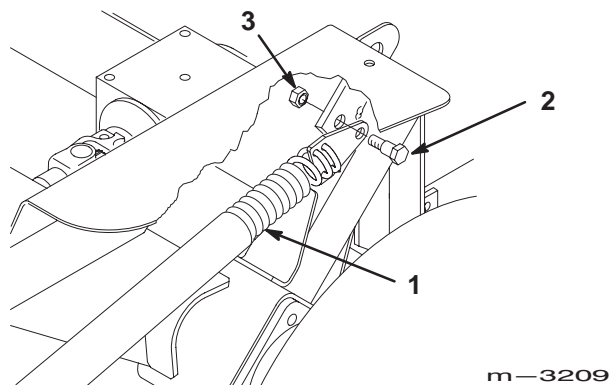

Figure 34
7. Installez les boulons à épaulement (3/8 x 7/8 pouce (23 mm)) et les contre-écrous (3/8 pouce) qui fixent les embouts de ressort au groupe de déplacement (Fig. 34).